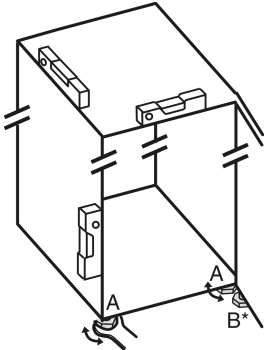

Fig. 5
- ▶ Zhvidhosni këmbëzat me rregullim Fig. 5 (A) me çelës fiso dhe me ndihmën e një niveli me ujë, derisa pajisja të jetë niveluar mirë.
- ▶ Zhvidhosni këmbëzat me rregullim Fig. 5 (B) në bazamentin mbështetës me çelësat fiso të përfshirë në paketim, derisa të jetë mbështetur mbi dyshteme.
- ▶ Rrotulloni këmbëzën me rregullim Fig. 5 (B) me 90°.